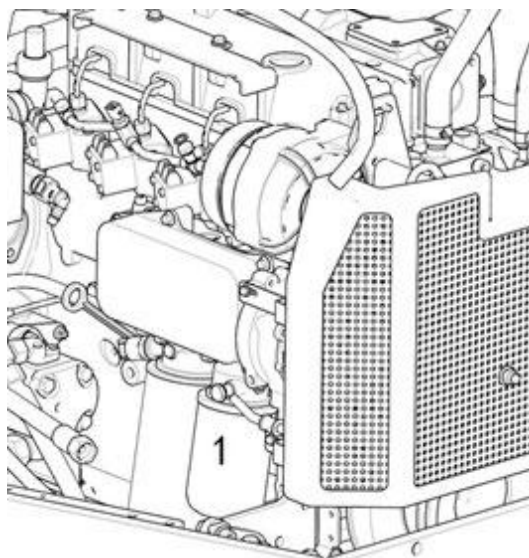

Рис. 3-11 Замена топливного фильтра
2. Замена топливного фильтра тонкой очистки двигателя (Рис. 3-11)